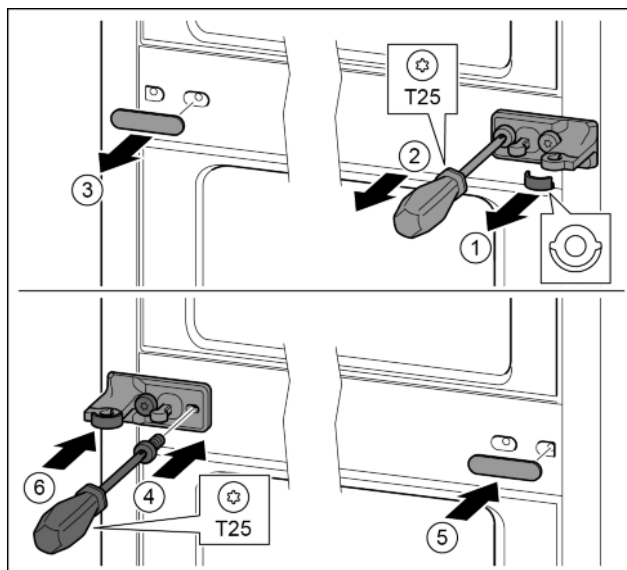

Fig. 14
- Stáhněte podložku. Fig. 14 (1)
- Šroubovákem T25 vyšroubujte šrouby. Fig. 14 (2)
- Opatrně stáhněte kryt. Fig. 14 (3)
- Stojan ložiska s fólií otočený o 180° pevně přišroubujte na druhé straně. Fig. 14 (4)
- Kryt otočený o 180° připevněte na druhé straně. Fig. 14 (5)
- Zepředu nasuňte podložku. Fig. 14 (6)